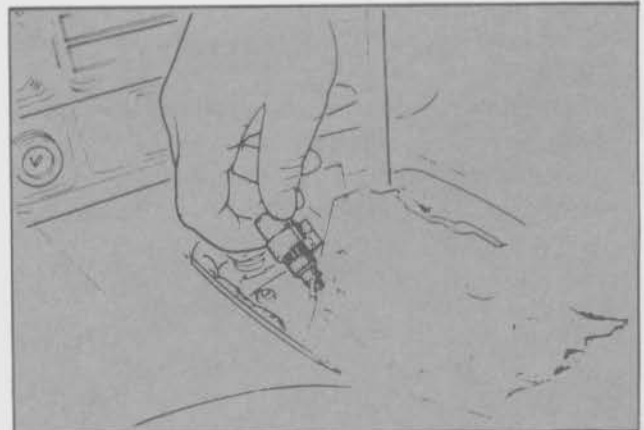

Fig. 136 - Extracción del portalámparas
- Separar de la palanca selectora, la cubierta de la corredera y el portalámparas (Fig. 136)